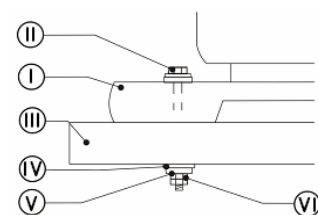

Рис.2
## 8. МОНТАЖ СТАНКА (Рис.2)
- 8.1. Монтаж станка на верстаке (Рис.2)**